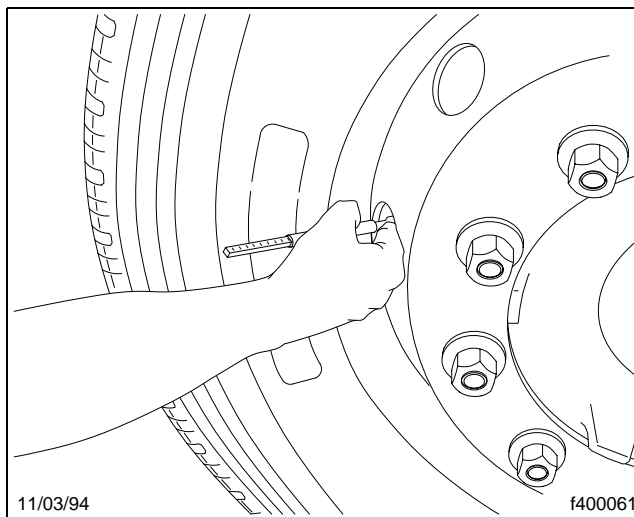

Figura 9.14, Revisión de la presión de los neumáticos
- 42.1 Revise la presión de inflado de los neumáticos antes de cada viaje, usando un medidor de presión preciso (**Figura 9.14**). Los neumáticos deben revisarse en frío. Vea la **Tabla 9.1** o la **Tabla 9.2** para la presión correcta de los neumáticos según la carga del vehículo. Al viajar a velocidades anormales, use la **Tabla 9.3** para ajustar la presión de los neumáticos. Asegúrese de que la tapa del vástago de válvula esté en cada neumático y que esté apretada con los dedos. Infle los neumáticos a las presiones correspondientes, si es necesario.